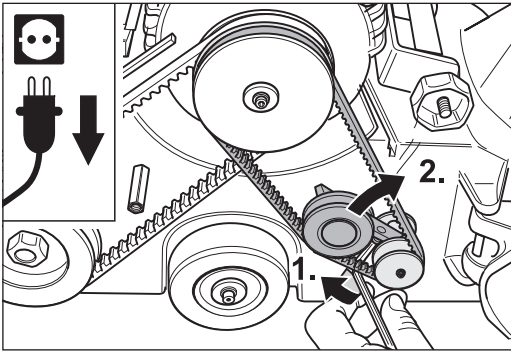

Abb. 96 Die Klemmschraube des Riemenstellers lösen (1.) und den Keilriemen entspannen (2.).
- 6 Lösen Sie die Klemmschraube des Riemenstellers für den Keilriemen des Ventilators (Abb. 96, 1.).
- 7 Drehen Sie den Riemensteller nach rechts (Abb. 96, 2.). Dadurch wird der Keilriemen entspannt.
- 1** Lösen Sie die Klemmschraube des Riemenspanners für den Keilriemen des Ventilators (Abb. 96, 1.).
- 2** Drehen Sie den Riemenspanner nach rechts (Abb. 96, 2.). Dadurch wird der Keilriemen entspannt.